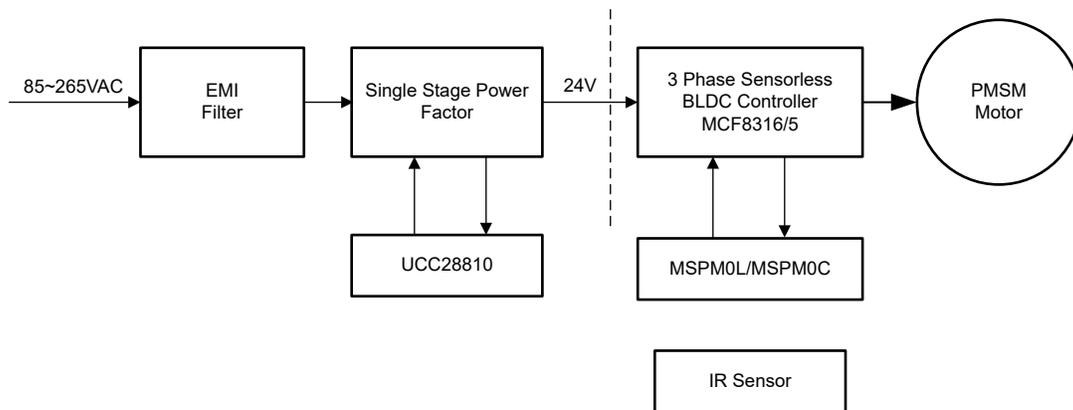

図 1-1. TIDA-010951 のブロック図
図 1-1 に示すように、降圧力率補正 (PFC) 電力段は 85V~265V AC 入力を 24VDC 安定化出力に変換します。このリファレンス デザインでは、この出力段を制御するために UCC28810 PFC IC を利用しています。電力段によって生成された 24VDC は、3 相センサレス FOC BLDC モーター コントローラ MCF831x に電力を供給するために使われます。これにより、モーターは速度を制御します。MCF8315 および MCF8316 (MCF831x) コントローラは 3.3V 電源も生成します。これにより、マイクロコントローラ (MCU) に電力を供給します。MSPM0L および MSPM0C MCU がパルス幅変調 (PWM) 信号の形式で速度基準を MCF831x コントローラに送信することで、目標速度に比例するデューティサイクルが生成されます。この PWM 信号は、赤外線 (IR) センサから受信した信号に基づいており、今度は汎用 IR リモートコントロールによって利用されます。任意のリモートコントロール データ形式に合わせて、MCU のファームウェアをカスタマイズすることは容易です。